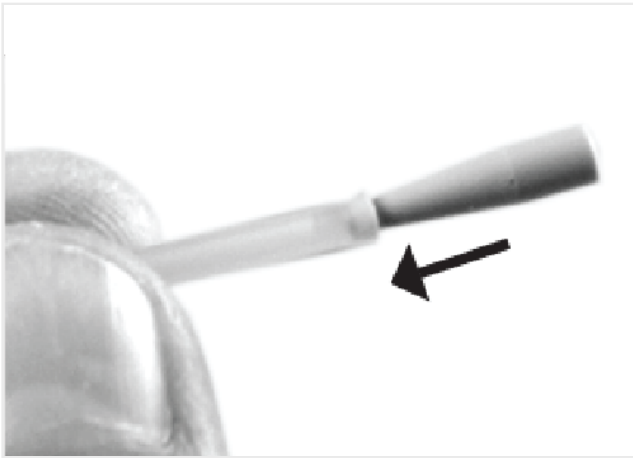
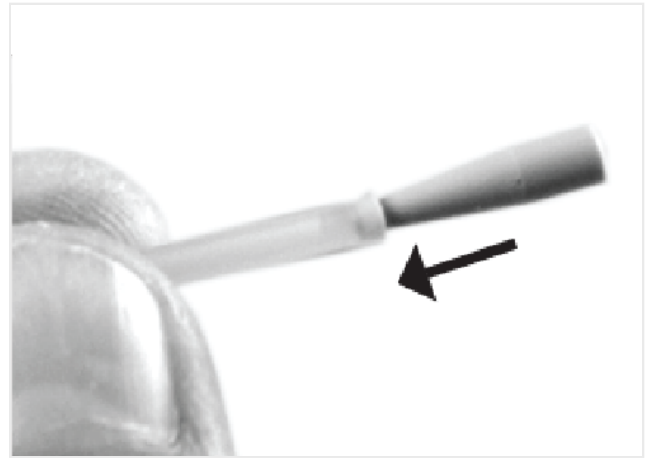

FIG. 6
FIG. 7
1. La pièce conique fournie peut être utile pour connecter le tube de refroidissement au tube de l'unité(FIG. 6 & FIG. 7).